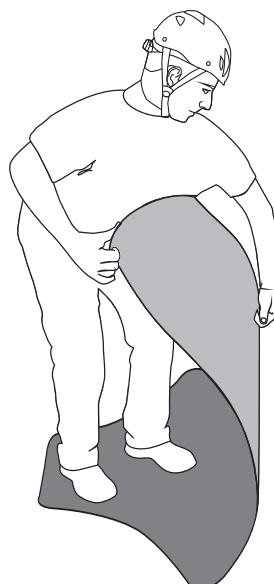

Abb. 7
- Die Rettungstrage „**HALF ROLLY**“ aus der Transporttasche (O) nehmen und die Schlinge mit Winde (N) entfernen,
- die Liegefläche (A) auslegen und glätten, indem sie an den Enden umgekehrt aufgewickelt und in der Mitte nach unten gedrückt wird (Abb. 7).